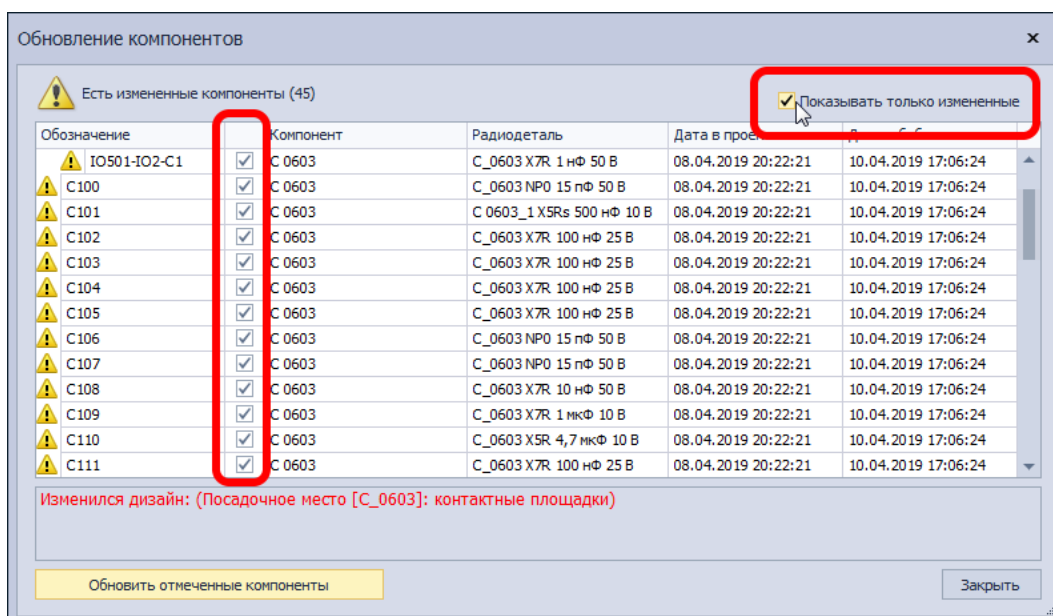

Рис. 7. Обновление компонентов
2. Выбрать компоненты, которые необходимо обновить, отметив флажком соответствующие строчки в таблице (по умолчанию отмечаются все компоненты, которые можно обновить автоматически). Актуальные компоненты можно скрыть, поставив флажок в поле «Показывать только измененные», см. Рис. 7.